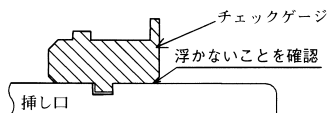

図69 溝深さの確認
- ①チェックゲージ（図69）を加工後の溝に入れて、挿し口全周にわたって浮かないことを確認する。チェックゲージが浮いた場合、溝が浅いので、再度溝切り加工を行う。